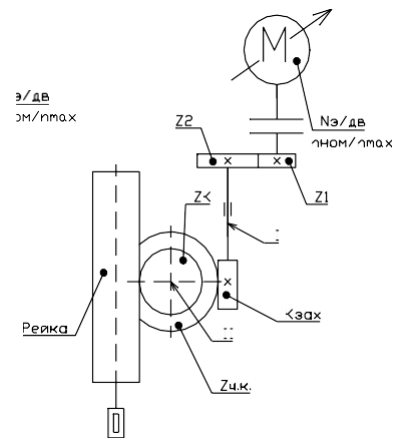

Рис. 1
11. Какая передача используется в приводе подач для преобразования вращательного движения в поступательное (Рис. 1)?